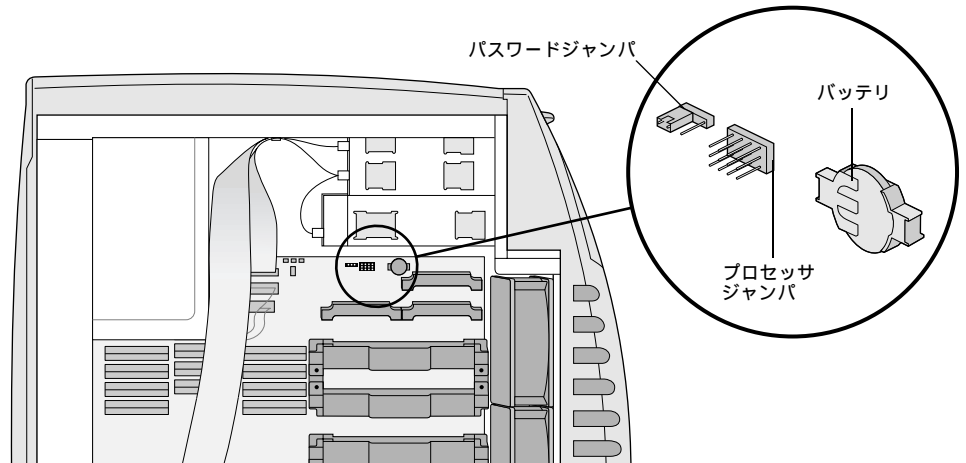

図 8-2 パスワードジャンパの確認
- システムボード上のパスワードジャンパの位置を確認します。上部の電圧レギュレータ付近の、プロセッサジャンパの左隣にあります (図 8-2)。